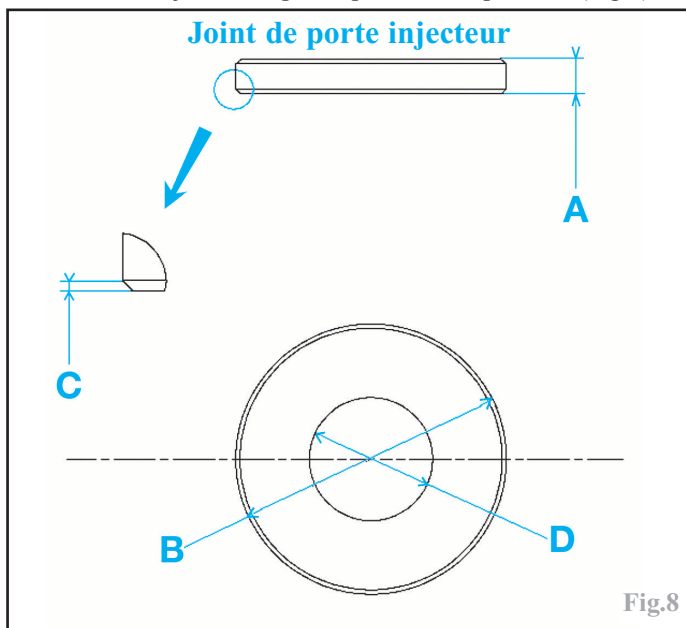

Fig.8
-des joints de portes injecteurs, spécifiques cotes réparation (Fig.8).